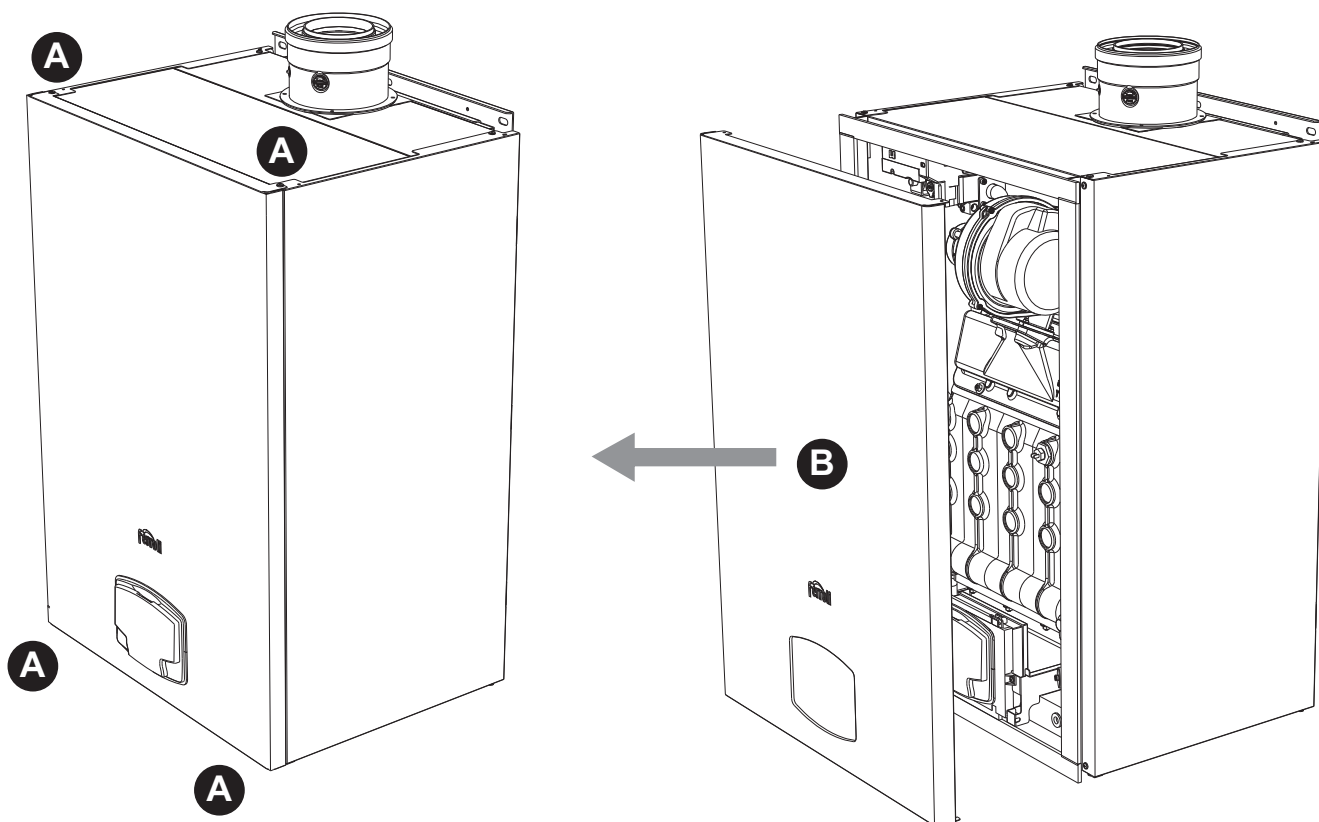

fig. 82- Apertura del panel frontal
1. Desenrosque los tornillos **A** (vea fig. 82).